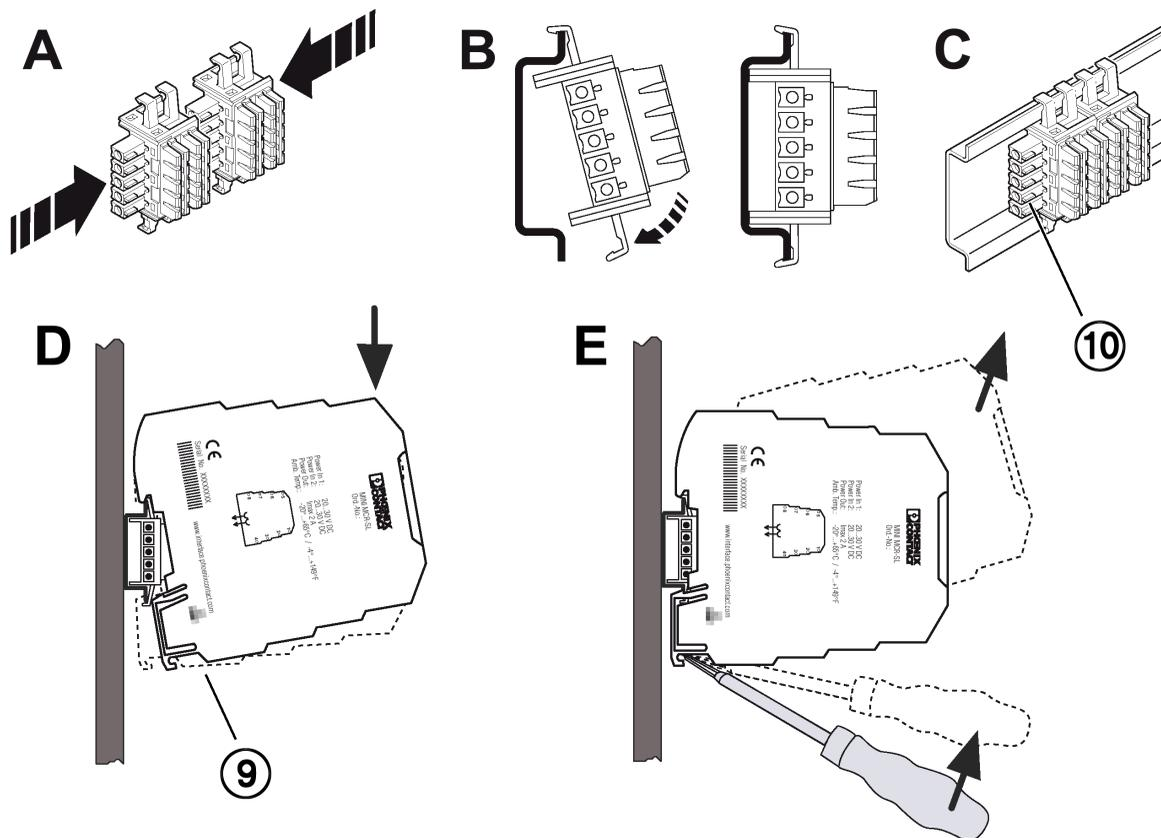

Fig. 5 Montage/démontage
Pied encliquetable (Fig. 5, D 9) en bas
and **élément enfichable (Fig. 5, C 10) à gauche** !
- Placer le connecteur sur rail d'abord sur le rail pour ponter l'alimentation (voir Fig. 5).